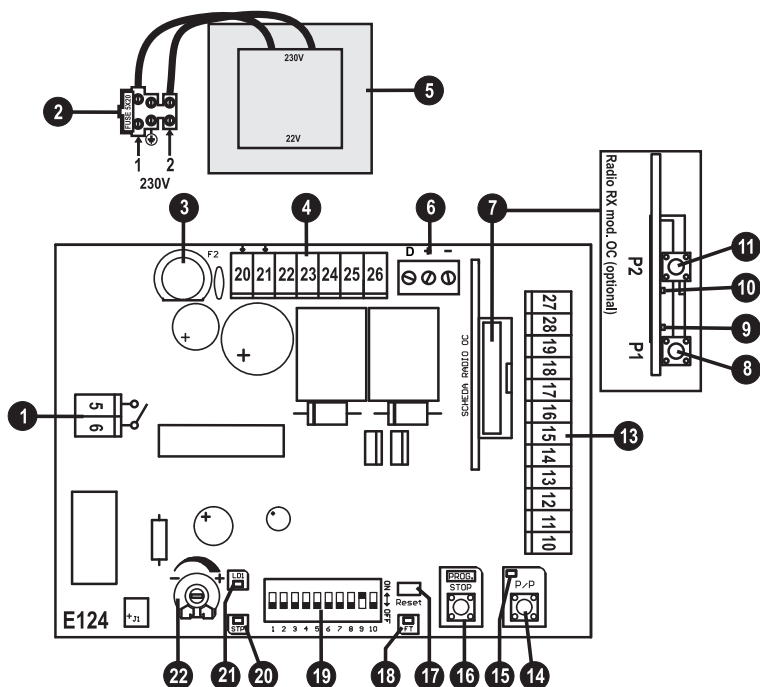
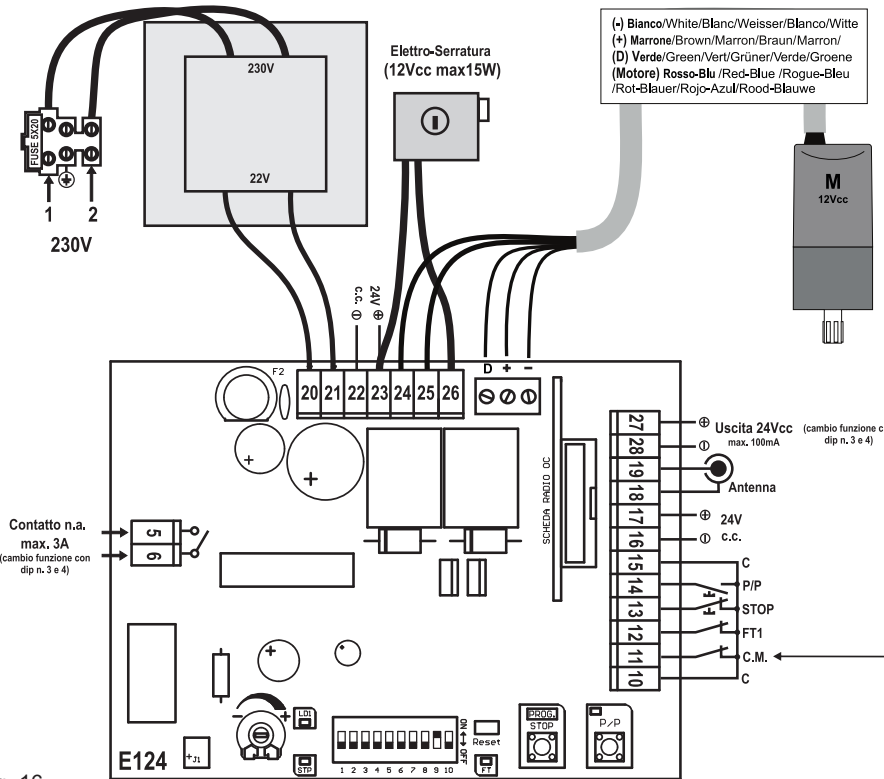

FIG.15
Fig. 16
DESCRIZIONE DELLE PARTI (fig. 15)
Durante la fase di apprendimento si azionerà più volte il tasto P/P (part. 14 di fig 15), in alternativa si può usare il comando P/P (morsetto 14, fig. 16) oppure il trasmettitore radio memorizzato sul primo canale del ricevitore.
- 2- Tenendo premuto il pulsante PROG effettuare un reset cortocircuitando col cacciavite il jump Reset (part. 17 di fig. 15).